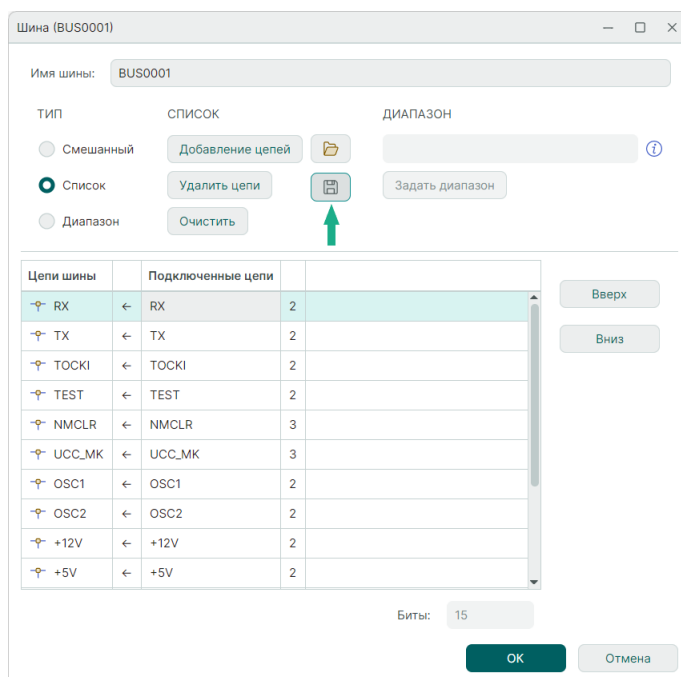

Рис. 183 Экспорт списка цепей шины
4) В поле «Список» нажмите на символ , см. Рис. 183. Список цепей шины будет сохранен в текстовый файл полностью.